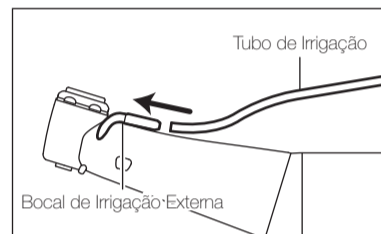

Fig. 2
- Una firmemente o tubo de irrigação ao bocal de irrigação externa (Fig. 2).